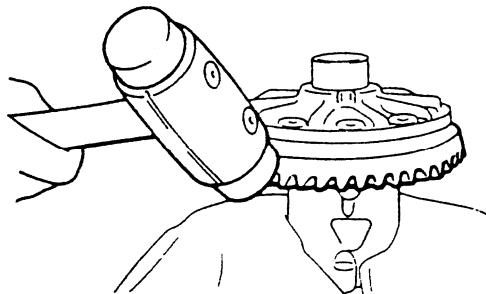

图 4-107 拆卸从动齿轮
(3) 拆卸从动齿轮时, 将虎钳上覆一些软质材料以防止从动大齿轮的齿环产生划痕。如图 4-107 所示, 将差速器壳置于虎钳上, 拆下从动大齿轮螺栓。用塑胶榔头轻敲从动大齿轮使其脱离外壳, 从虎钳上取下从动大齿轮与外壳。注意拆下的从动大齿轮上的螺栓, 安装时必须换新。